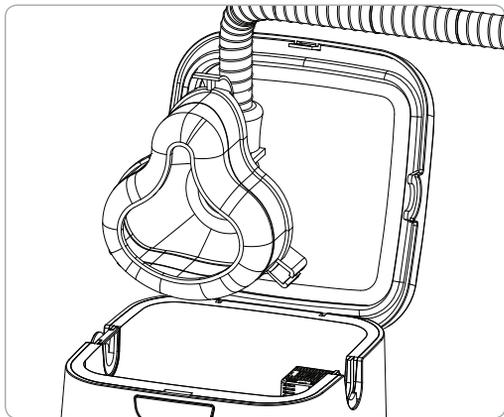

Figure 7. Mettre le masque de l'appareil de PPC dans la chambre de désinfection
4. Insérer le masque dans la chambre de désinfection en laissant son tuyau de PPC reposer dans l'entrée de tuyau ouverte, à l'opposé de celle où se trouve le bouchon amovible de l'entrée de tuyau (figure 7).